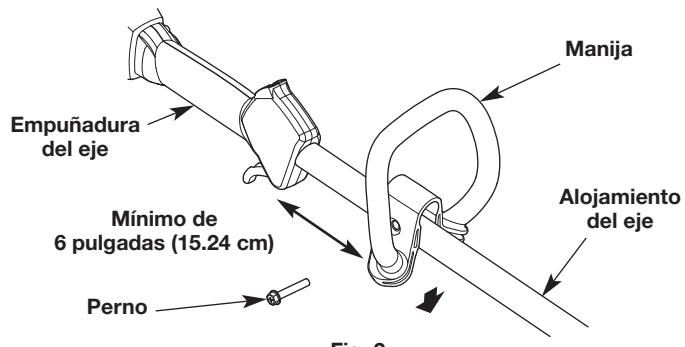

Fig. 2
- Oprima la manija hacia abajo sobre el alojamiento del eje (Fig. 2). El orificio del perno de la manija debe quedar a la derecha.
- Inserte el perno en el orificio del perno y oprímalos para que pase a través de él (Fig. 2). Apriete el perno con una llave tubular de 3/8" pero no apriete por completo.
- Mientras sujetla la unidad en la posición de funcionamiento (Fig. 10), desplace la manija hasta la ubicación que le ofrece el mejor agarre. Ubíquela como mínimo a 6 pulgadas (15.24 cm) del extremo de la empuñadura del eje (Fig. 2).
- Afloje el perno con una tubular de 3/8" (Fig. 2).